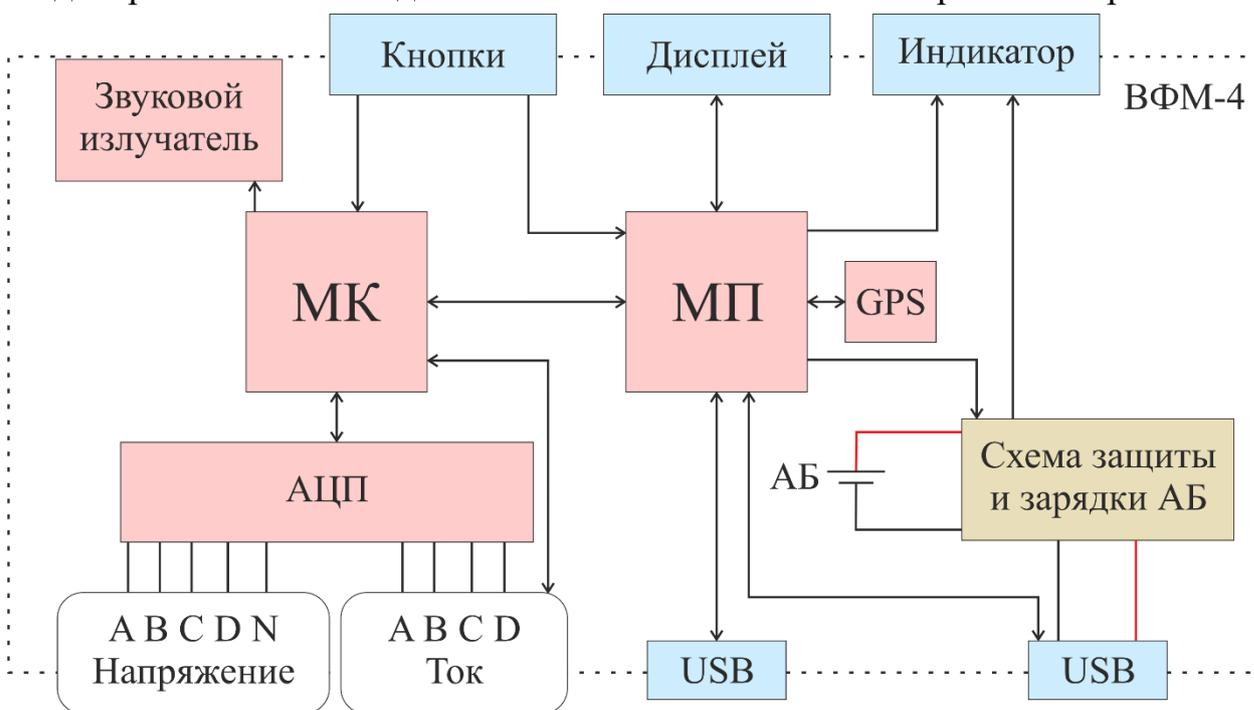

Рис. 3 – Блок-схема ВФМ-4
**4.10.1.** В основу работы ВФМ-4 положено преобразование аналоговых сигналов, пропорциональных мгновенным значениям измеряемых напряжений и токов, в цифровой код с помощью аналого-цифровых преобразователей высокой разрядности с последующей обработкой измеренных величин встроенным микроконтроллером. Полученные результаты передаются в микропроцессор и отображаются на сенсорном жидкокристаллическом дисплее. Блок-схема ВФМ-4 изображена на рис. 3.